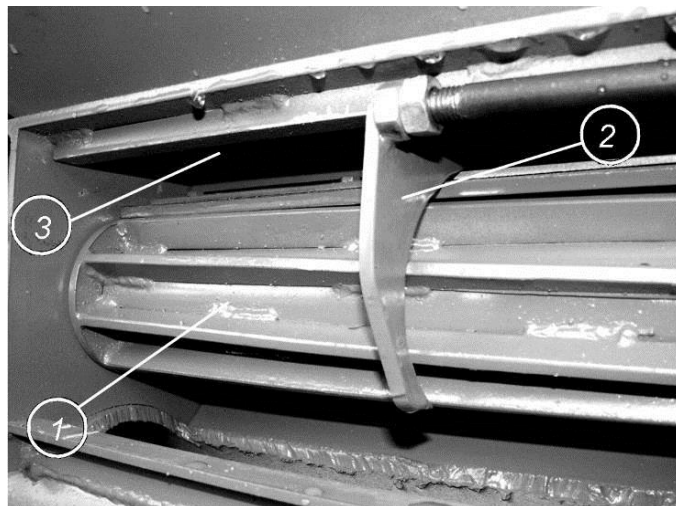
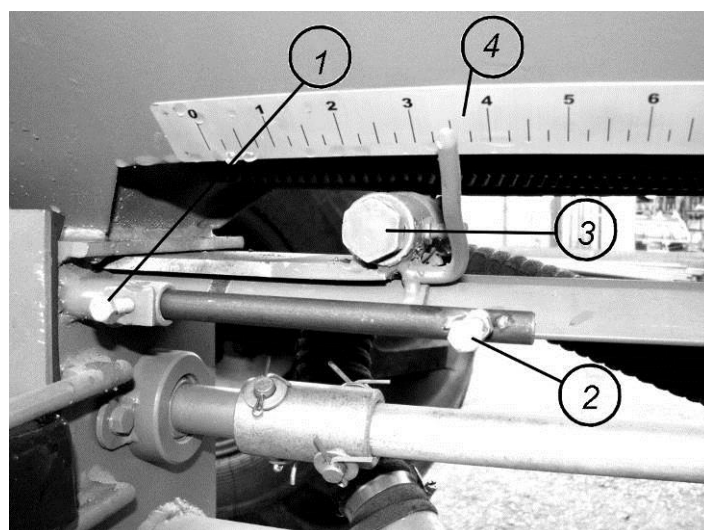

Рис. 6.4.1. Дозирующий узел
Рис. 6.4.2. Положение указателей
Теоретически определенная норма высева должна быть **обязательно проверена путем калибровки высевающих узлов**, особенно для люцерны, подсолнечника и удобрений. Норма высева устанавливается по линейкам 4, укрепленным на боковой стенке бункера рядом с дозирующими узлами (рис. 6.4.2). Положение вертикальной пластины 2 и горизонтальной выдвижной крышки 3 определяет рабочий объем 1 дозирующего узла (рис 6.4.1). Данные для определения нормы высева см. в табл. 6.4.1-6.4.4.
Определив норму высева и соответствующее ей количество делений, необходимо отрегулировать положение пластины 2 и крышки 3 (рис. 6.4.1) и связанных с ними указателей 2 и 3 соответственно (см. рис. 6.4.2).
1. Отпустить стопорный болт 1 (рис. 6.4.2) на прутке с вертикальной регулировочной пластиной. Установить короткий неокрашенный указатель 2 против нужного деления линейки и зажать болт 1.